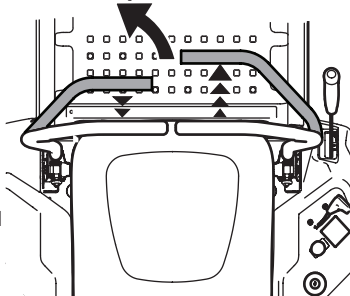

Figura 28
- Para girar a la izquierda, mueva la palanca de control de la transmisión del lado izquierdo hacia atrás respecto de la palanca de control de la transmisión derecha. Consulte la Figura 28.